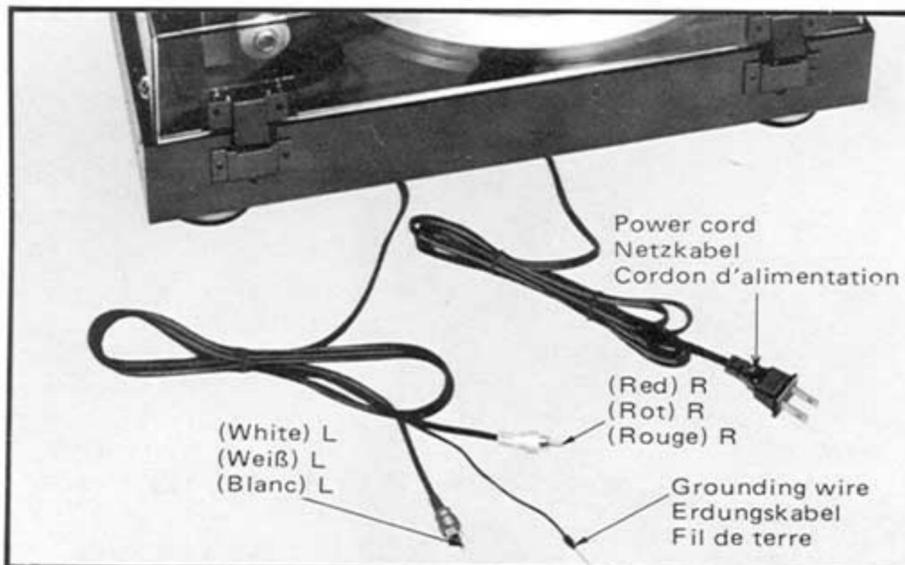

Fig. 15 Abb. 15
9. Connection to a stereo amplifier (Fig. 15)
9. Anschluß an einen Stereo-Verstärker (Abb. 15)
9. Connexion à un amplificateur stéréo (Fig. 15)